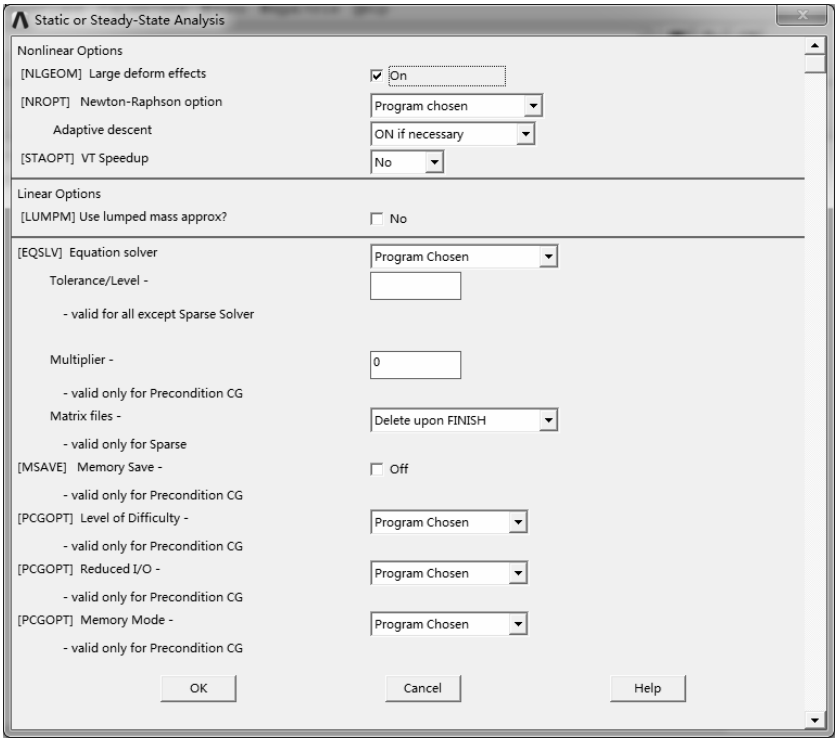

图 9-54 “Static or Steady-State Analysis” 对话框
1) 选择“Main Menu>Solution>Unabridged Menu”命令，展开菜单命令，然后选择“Main Menu>Solution>Analysis Type>Analysis Options”命令，弹出“Static or Steady-State Analysis”对话框，选中“Large deform effects”为“On”，如图 9-54 所示。单击“OK”按钮完成。